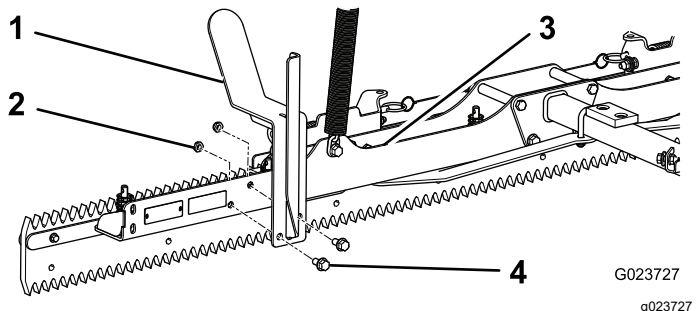

Figura 4
2. Allineate i fori dei bulloni del sistema di attacco con i fori anteriori della piastra inferiore dello scarificatore (Figura 4).